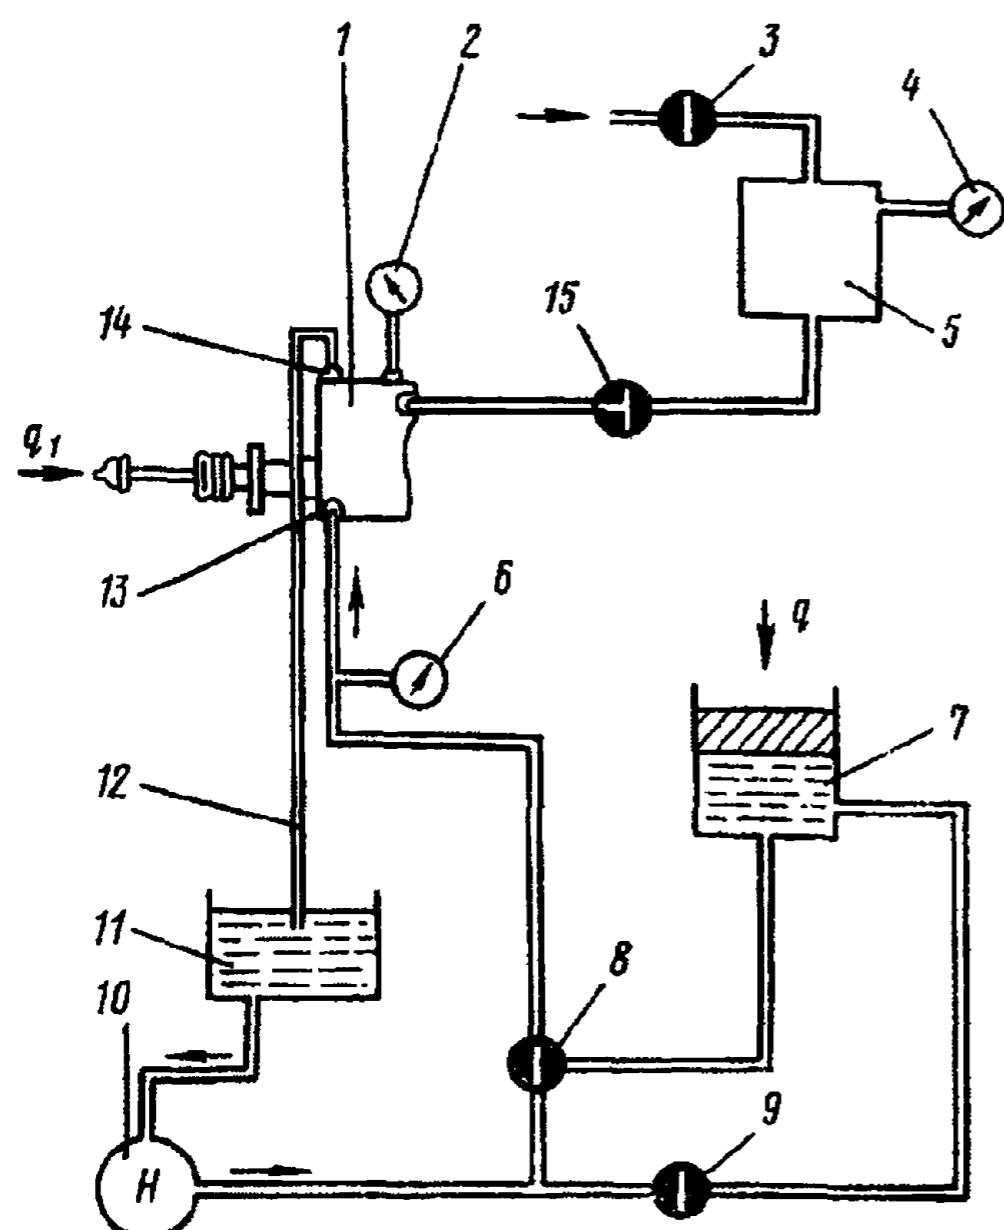
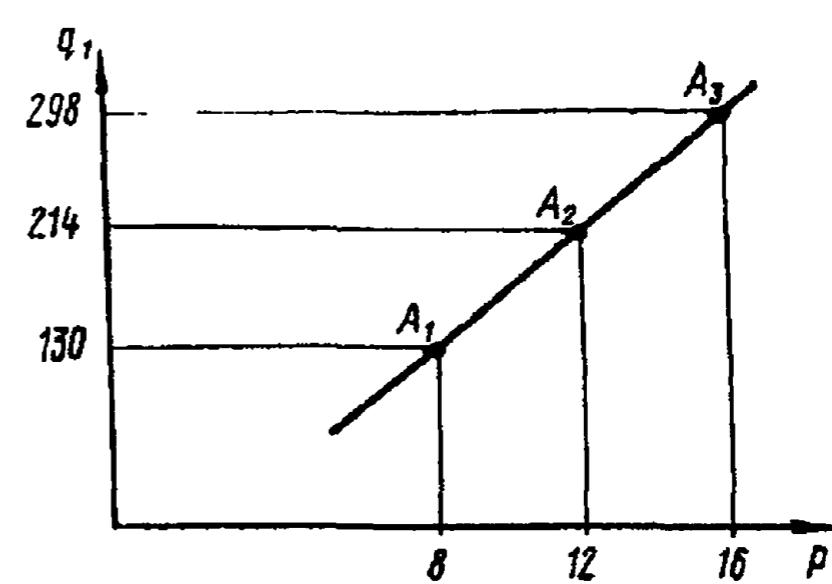

Рис. 134. Схема испытания пневмогидравлического усилителя сцепления:
Рис. 135. График нагружения контрольного цилиндра
Причение. 1. Проверку производите на стенде, выполненном по схеме, указанной на рис. 134. Перед проверкой гидросистема должна быть заправлена тормозной жидкостью «Нева». Заполнение тормозной жидкостью и прокачку воздуха производите при помощи насоса 10, бачка 11 и перепускного клапана 14, установленного на пневмоусилитель.
3. Проверка на работоспособность производится при совместной работе всех элементов пневмоусилителя. Для проверки испытаний на упоре q_1 должен быть установлен динамометр. Груз q должен иметь три значения A_1 , A_2 , A_3 , обеспечивающих давление в гидросистеме усилителя (P) 784, 1156, 1569 кПа (8, 12 и 16 кгс/см ²). Давление воздуха, подводимое к пневмосистеме во время испытаний, не должно падать ниже 589 кПа (6 кгс/см ²). При нагружении контрольного цилиндра 7 грузом q по трем вышеуказанным значениям усилие на штоке толкателя должно соответствовать графику, приведенному на рис. 135. При выдержке в каждой указанной на графике точке в течение 15 с показания манометров 2, 6 (см. рис. 134) динамометра не должны меняться.